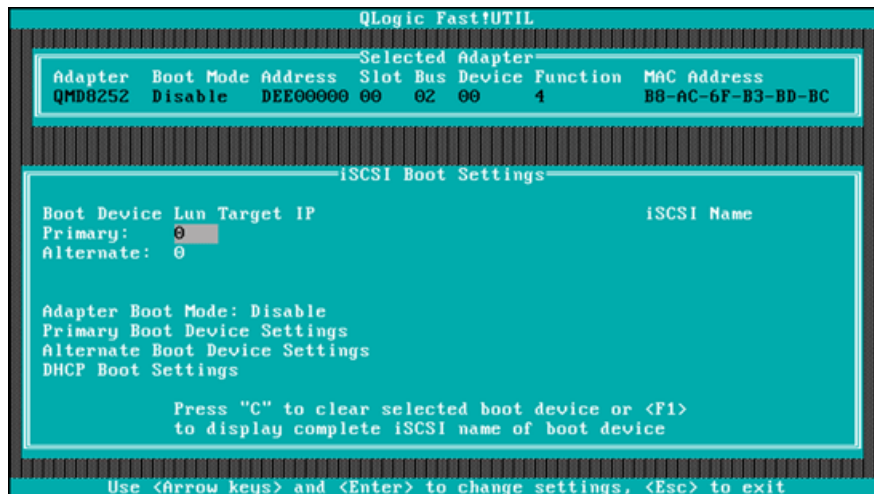

Abbildung 5-25. Fast!UTIL: Fenster mit iSCSI-Starteinstellungen
7. Kehren Sie zurück zum Menü mit den Konfigurationseinstellungen, und wählen Sie die Option **iSCSI Boot Settings** (iSCSI-Starteinstellungen) aus, um die Zieleinstellungen zu konfigurieren, wie in Abbildung 5-25 dargestellt.